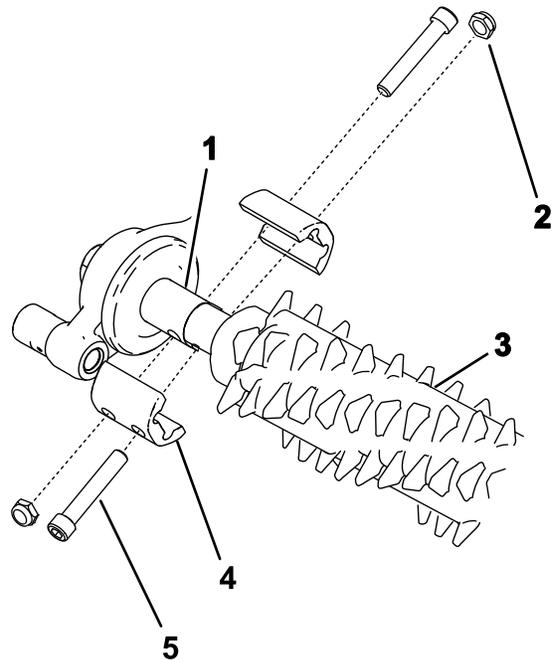

图 26
2. 将疏草滚刀总成与疏草刀驱动箱和总轮总成对齐图 26。
- 如图 26 所示拧紧将疏草刀总成固定到位的螺栓上紧螺栓扭矩至 57N·m。